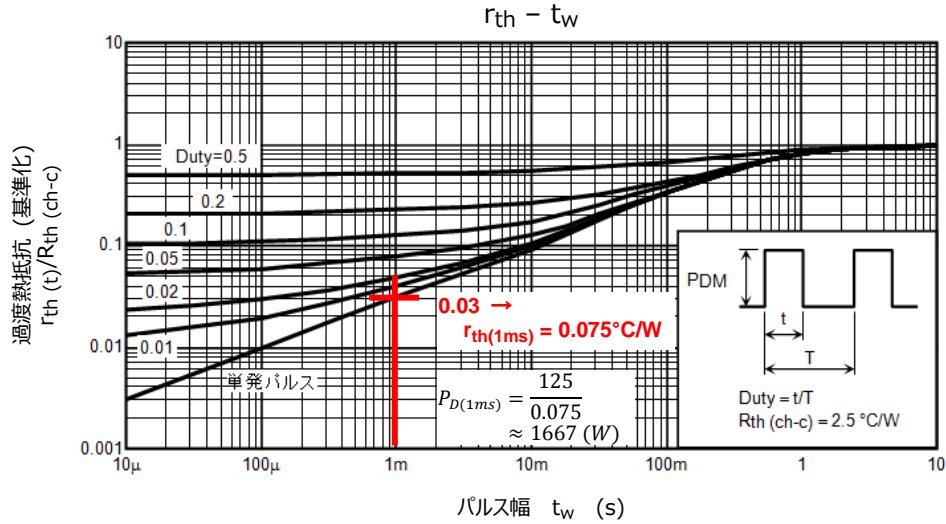

図 3.3 過渡熱インピーダンス特性
$t_w = 1\text{ms}$  での許容損失  $P_D(1\text{ms})$  は図 3.3 の過渡熱インピーダンス特性から約  $1667\text{W}$  と算出できます。この値を用いて、 $T_c = 100\text{°C}$  時における熱制限領域(④'~⑤')と S/B 領域(⑤'~⑥')のデレーティングラインを通る各ポイントは  $T_c = 25\text{°C}$  (直流動作)と同様に求めると下記のようになります。